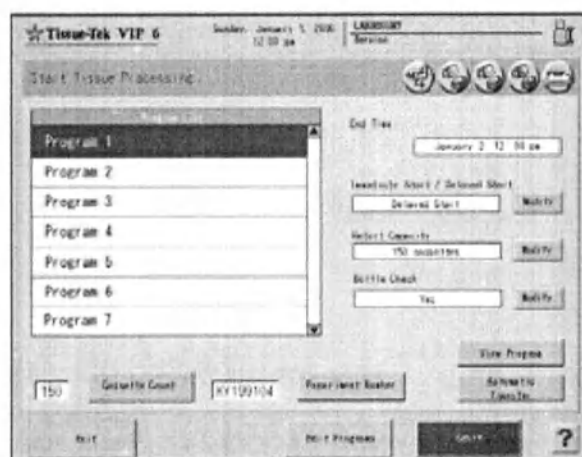

Рис. 110 Старт запуска проводки
3. Нажмите кнопку «**Tissue Processing**» (Проводка), чтобы перейти к экрану запуска проводки («Start Tissue Processing») (Рис. 110).